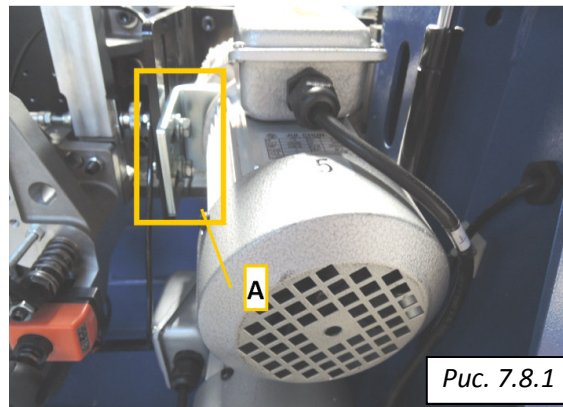

Рис. 7.8.1
2. Ослабьте стопорный винт **A** (Рис.7.8.1)
3. Установите узел в нужное положение и/или наклоните его. После этого затяните винт **A** (Рис. 7.8.1)